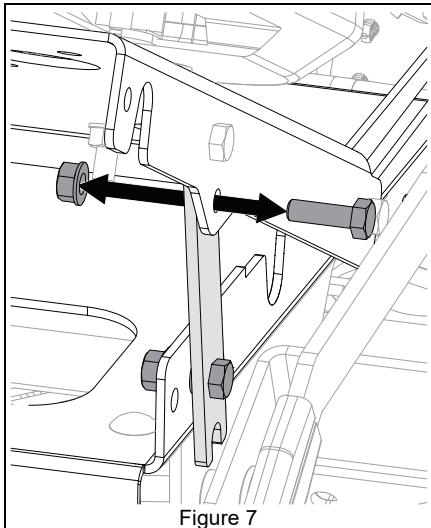

Figure 7
11. Retirer et conserver la visserie fixant le siège au support supérieur du siège. Répéter l'opération sur l'autre côté de la machine. Voir Figure 7.